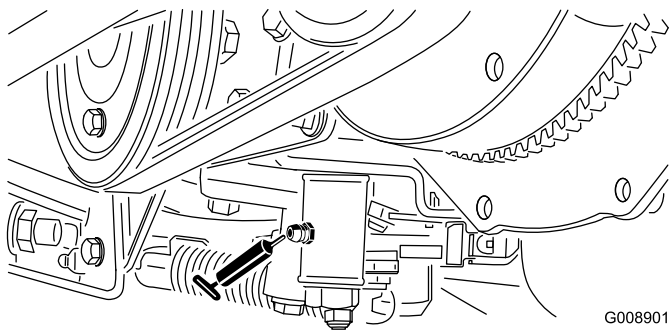

**Figura 37**
- Articulação do braço de elevação dianteiro esquerdo e cilindro de elevação (2) (Figura 37)